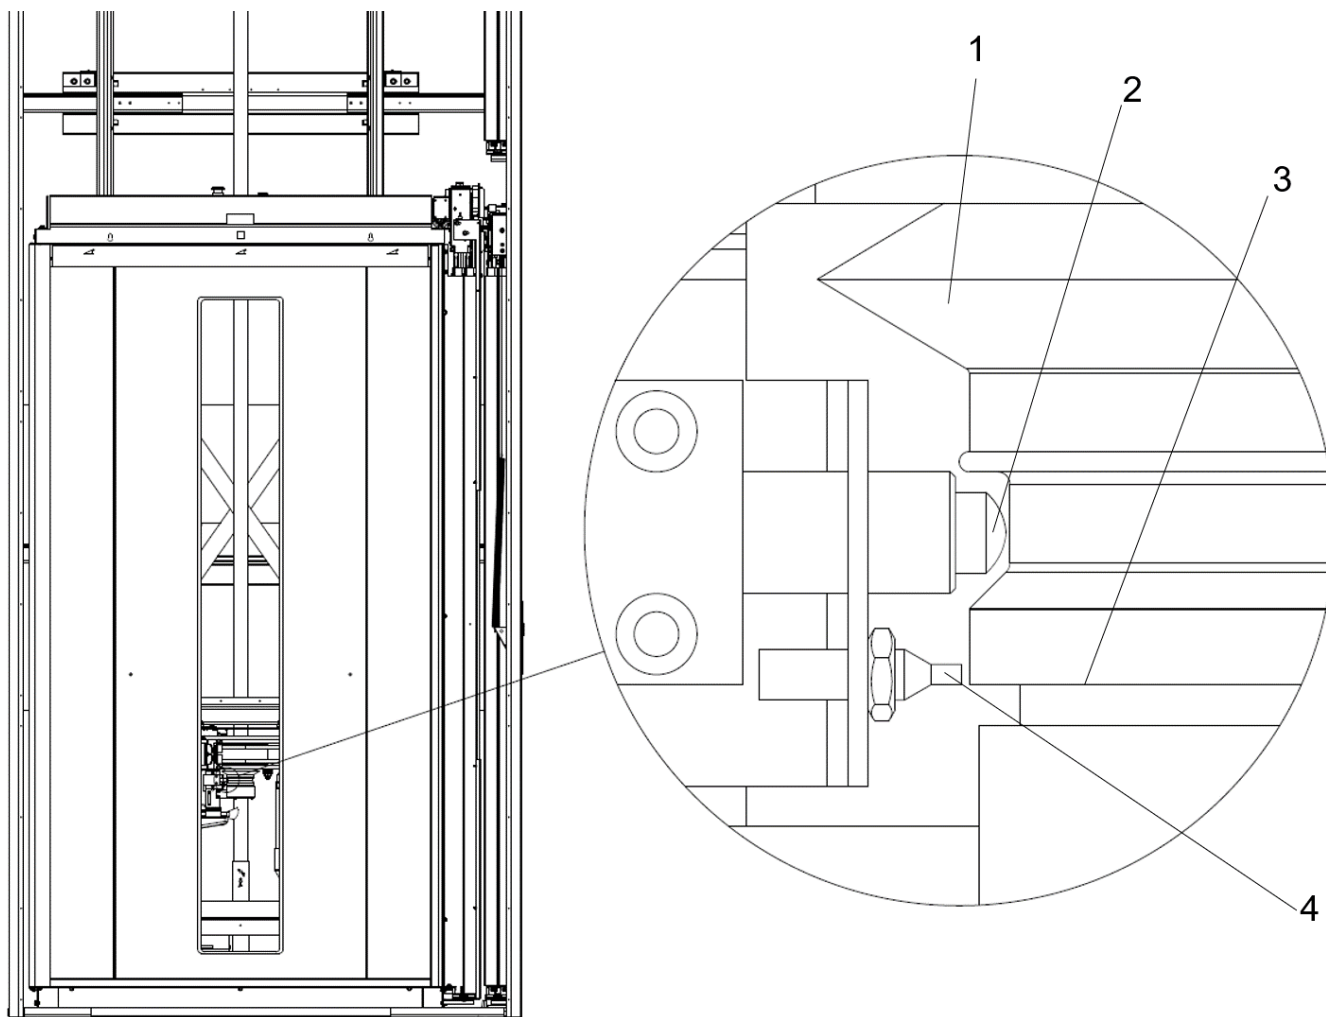
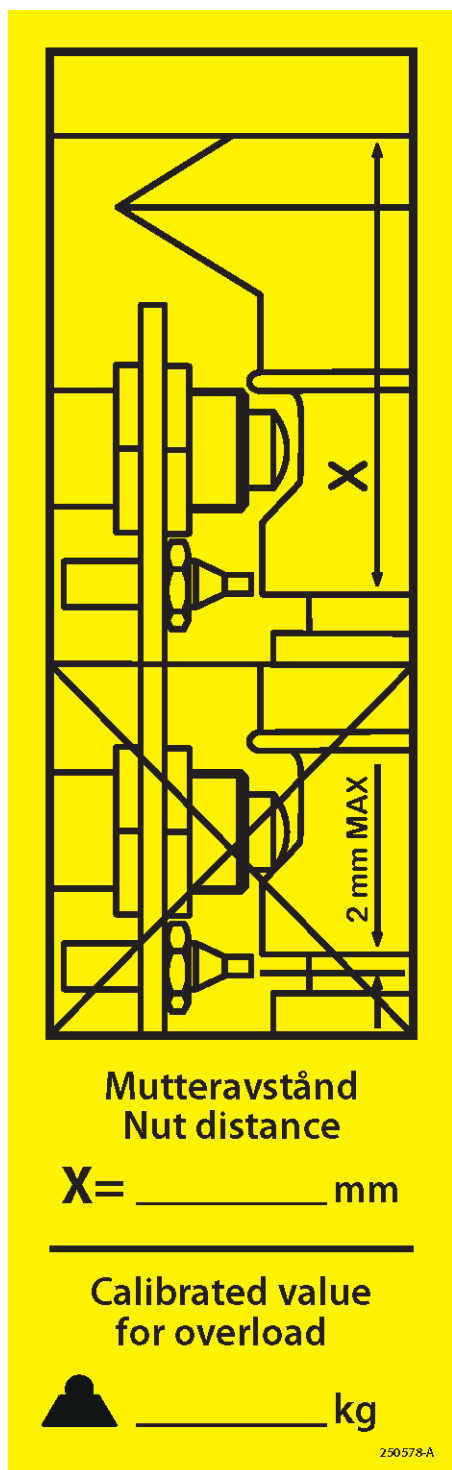

Fig. 28 Placering af måler og sikkerhedsmøtrik
Fig. 29 Afstand for elevatormøtrikken
På en ny installation skal den nedre kant af møtrikmåleren, som er placeret under møtrikkontakten, være på linje med den nedre kant på sikkerhedsmøtrikken, se Fig. 28. Når den øverste kant på møtrikmåleren flugter med den nedre kant på sikkerhedsmøtrikken, er slitagen mere end 2 mm, og drivenheden skal udskiftes, se Fig. 29.
Hvis elevatormøtrikken er fuldstændig nedslidt, vil elevatorstolen synke ned på sikkerhedsmøtrikken. Møtrikkontakten (2), se Fig. 28, vil derefter afbryde strømmen, og elevatoren standser. Hvis dette sker, skal elevatoren nødsænkes til etageafsatsen, og autoriseret servicepersonale skal tilkaldes.
2. Justér møtrikmåleren efter udskiftning af elevator møtrikken og mål afstanden mellem sikkerhedsmøtrikken og drivenhedens nedre plade, afmærket med et X på mærkaten placeret bag servicedækslet, se Fig. 29. Notér den nye X-værdi på mærkaten.
4. Test at møtrikkontakten (2) på møtrikmåleren bryder ved hjælp af det måleværktøj, som følger med elevatoren.